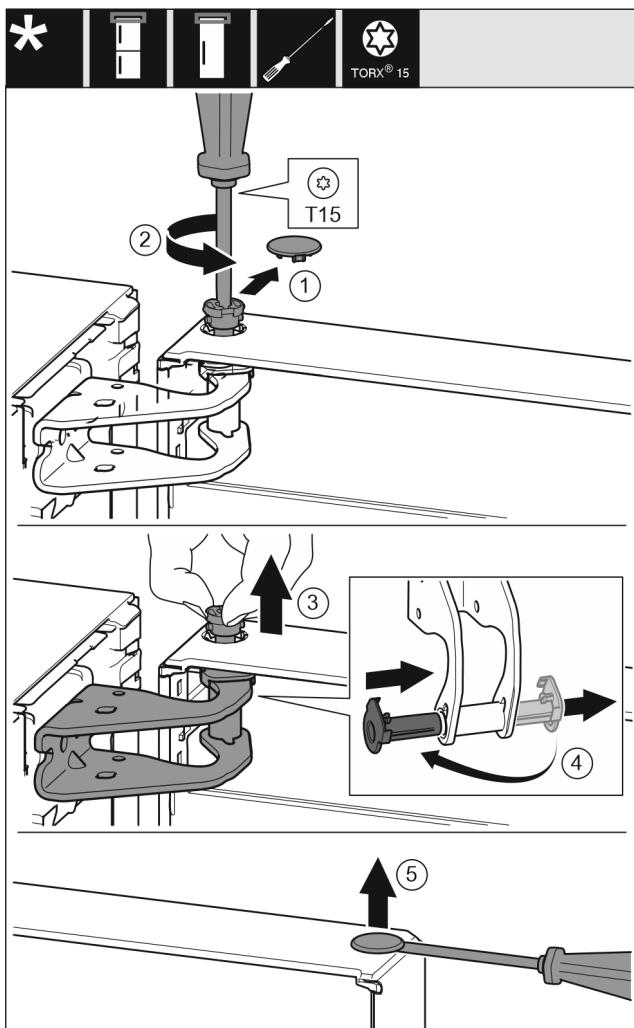

Fig. 9
- Свалете внимателно предпазния капак. Fig. 9 (1)
- С отвертка T15 отвийте малко болта. Fig. 9 (2)
- Задръжте здраво вратата и извадете болта с пръсти. Fig. 9 (3)
- Извадете лагерната втулка от водача. Поставете от другата страна и фиксирайте. Fig. 9 (4)
- С плоска отвертка внимателно повдигнете тапата от лагерната втулка на вратата и я извадете. Fig. 9 (5)